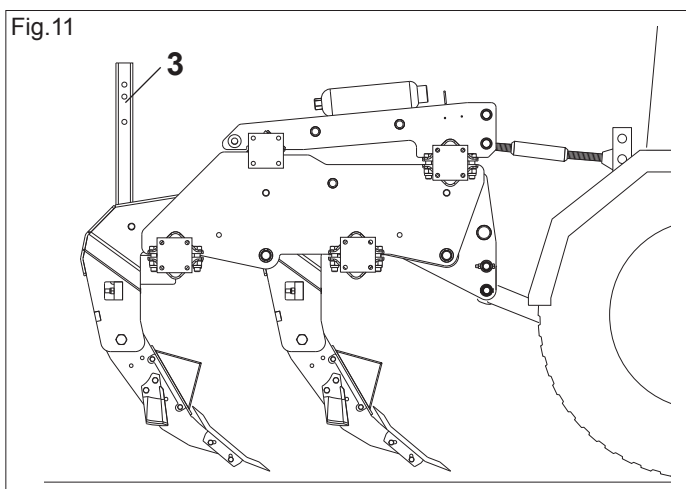

Fig.11
- 5) Sollevare i puntelli di sostegno come indicato in Fig.11 (3).